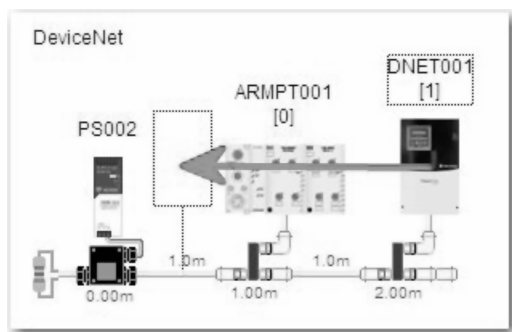
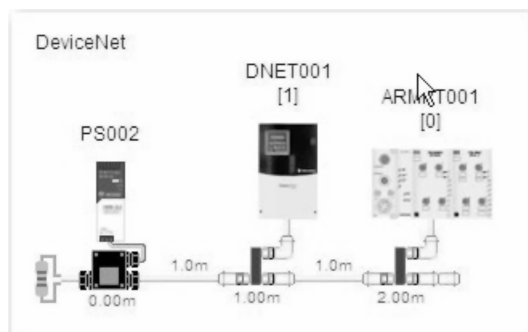

图 26-151 拖动变频器
图 26-152 变频器新位置
7. 在 DeviceNet 视图中，将光标移至 PowerFlex 变频器（DNET 001）上方，按下左光标键，然后将该节点向左拖动，直到指示器位于电源和 ArmorPoint 节点之间，释放鼠标按键，将变频器置于其新位置，如图 26-151、图 26-152 所示。